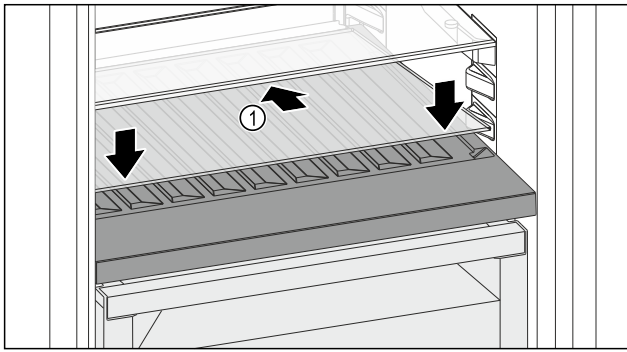

Fig. 145
- Glasplatte Fig. 145 (1) schräg und nach hinten unten geneigt ansetzen.
- Glasplatte Fig. 145 (1) vorne absenken.